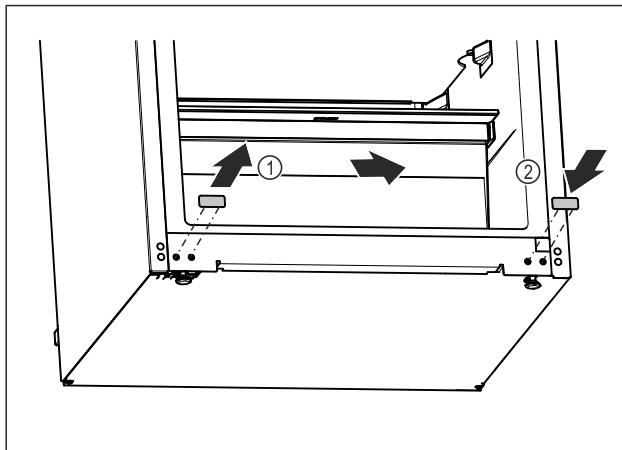

Fig. 20
- ▶ Træk dækproppen ud. Fig. 20 (1)
- ▶ Indsæt dækproppen på den modsatte side. Fig. 20 (2)